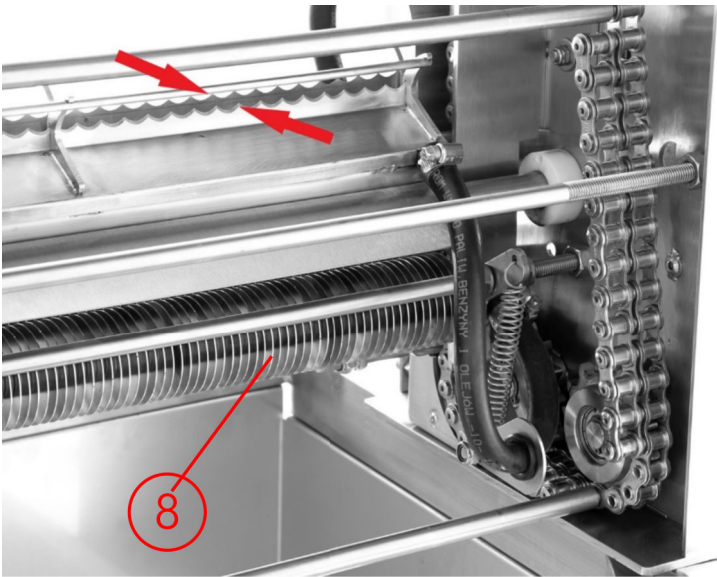

Abb. 17.
- 3.8 Ritzscheiben für verdeckelte Zellen im Rähmchen (in Abb. 17 Nahaufnahme)